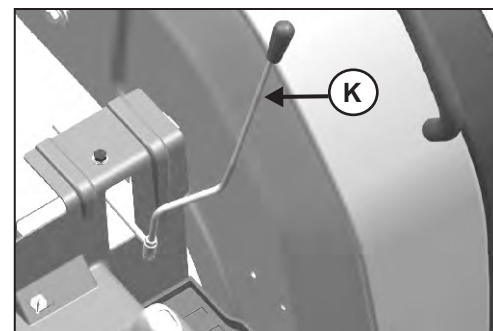

Abb. 4.18
4.18 Wegventil-Anzeige (optional), Abb. 4.18